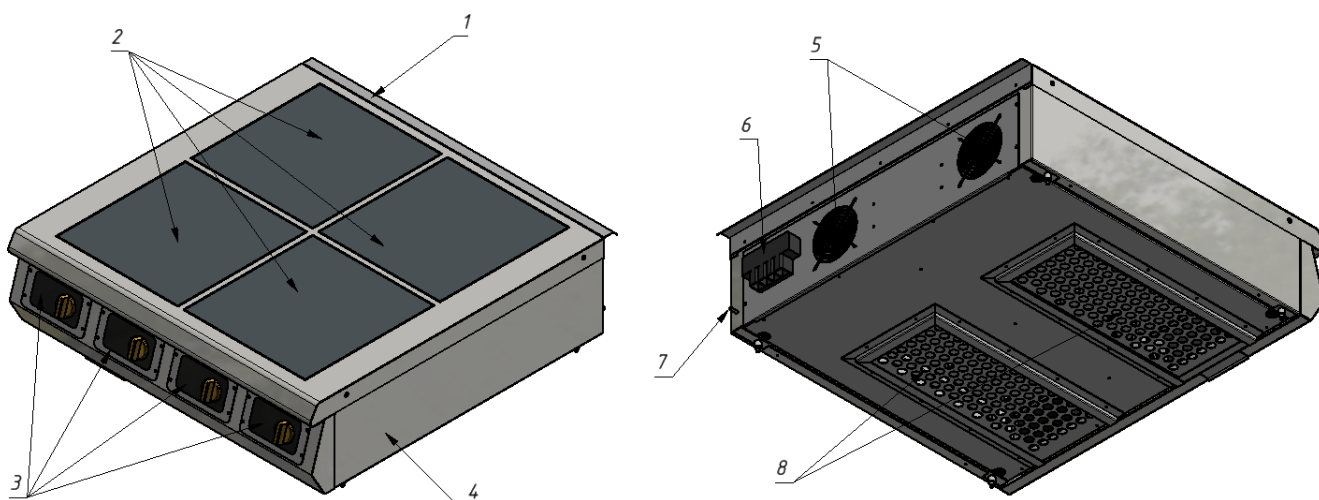

Рисунок 3 – Устройство плиты Ф4ИП/800
10.9. С помощью пылесоса удалите грязь из вентиляционных отверстий (рис.3, поз.5).
10.11. **ВНИМАНИЕ!** В нижней части плиты установлены съемные жируловители системы вентиляции (рис. 3, поз. 8). **Эксплуатация плиты без данных фильтров ЗАПРЕЩЕНА!** Необходимо регулярно осуществлять чистку жируловителей через каждые 240 часов работы плиты. Чистить фильтры необходимо в посудомоечной машине или в горячей воде с использованием моющих средств, разлагающих жиры и масла. После мойки просушите фильтры и установите на место в нижней части плиты.